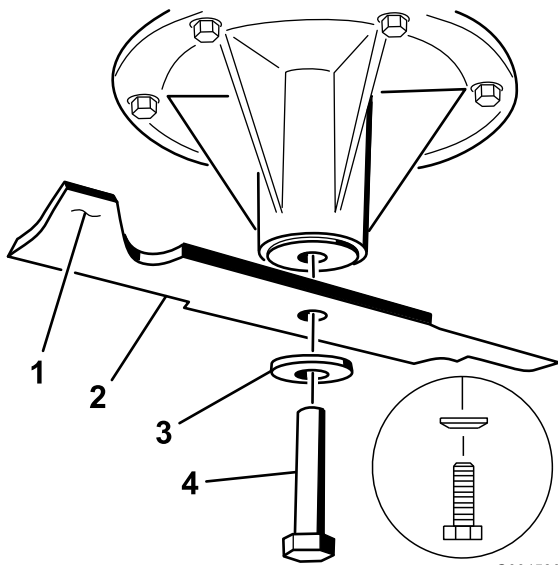

Figura 103
2. Retire el perno de la cuchilla, la arandela curva y la cuchilla del eje (Figura 103).